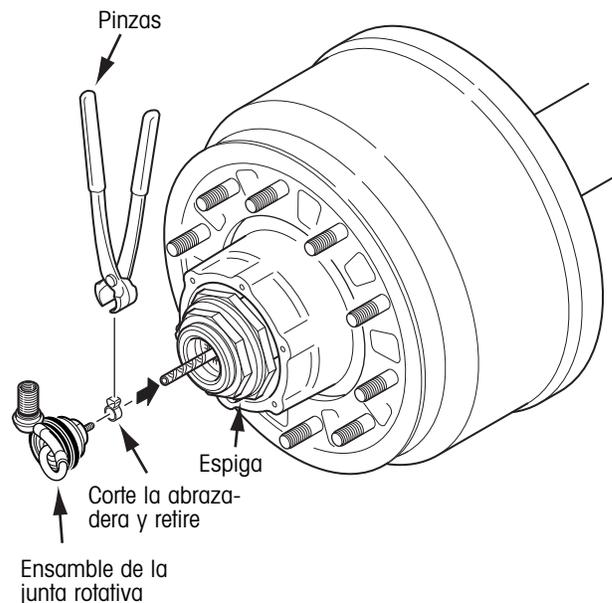

Figura 34. Desensamble de la junta rotativa
4. Corte la abrazadera y retire la junta rotativa de la manguera de metal del eje (figura 34).